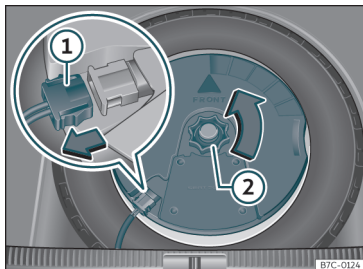

Fig. 228 Nel bagagliaio: smontare il subwoofer.
• Scollegare il cavo dell'altoparlante *subwoofer* »» fig. 228 ①.
• Ruotare la manopola di fissaggio in senso antiorario »» fig. 228 ②.